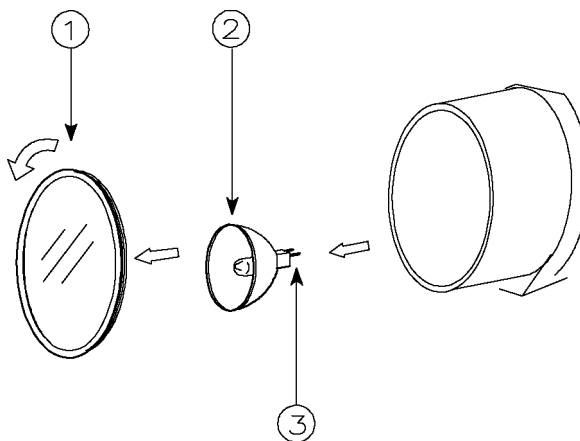

fig.3
1. Togliere il filtro di protezione (1) (fig.3).